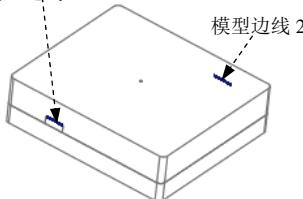
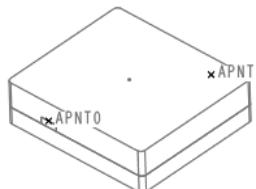

图 31.60 基准点参考
图 31.61 基准点
Step2. 创建参考点 APNT0 (图 31.61)。单击 **模型** 功能选项卡 **基准** ▾ 区域中的“创建基准点”按钮 **点**，系统弹出“基准点”对话框；在模型中选择图 31.60 所示的模型边线 1，然后在“基准点”对话框 **偏移** 后的文本框中输入值 0.5，在类型下拉列表中选择 **比率** 选项，单击 **确定** 按钮。
Step3. 创建参考点 APNT1 (图 31.61)。单击 **模型** 功能选项卡 **基准** ▾ 区域中的“创建基准点”按钮 **点**，系统弹出“基准点”对话框；在模型中选择图 31.60 所示的模型边线 2，然后在“基准点”对话框 **偏移** 后的文本框中输入值 0.5；在类型下拉列表中选择 **比率** 选项，单击 **确定** 按钮。